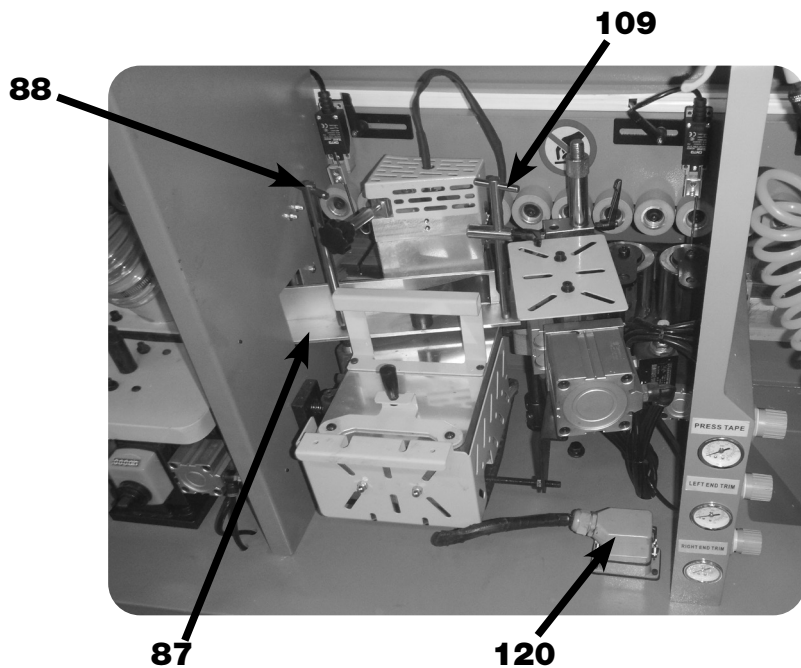

FIGURA 42 – Coleiro
2. **ABRIR** a Porta de Acesso (68);
3. **DESCONECTAR** as Resistências do Coleiro (120) (figura 42);
4. **SOLTAR** e **RETIRAR** a Haste Esquerda (88);
5. **SOLTAR** e **RETIRAR** a Haste Direita (109);
6. **RETIRAR** Mesa de Passagem da Fita (87);